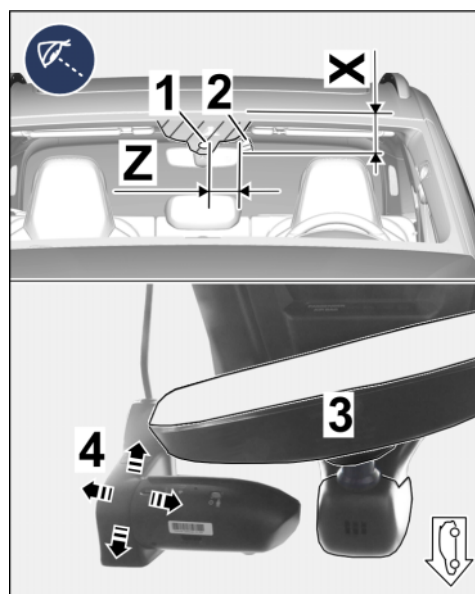

Bild 8
2.1.2 Umriss Innenspiegel ($\Rightarrow$ Bild 8 -1-) auf Frontscheibe außen mit Fettstift / Kreide nachzeichnen.
2.1.3 Maße X und Z auf Frontscheibe übertragen ($\Rightarrow$ Bild 8 -oben-).
2.1.4 Frontkamera mit Halteplatte im Fahrzeug an Markierung auf Frontscheibe positionieren ($\Rightarrow$ Bild 8 -Pfeile-).